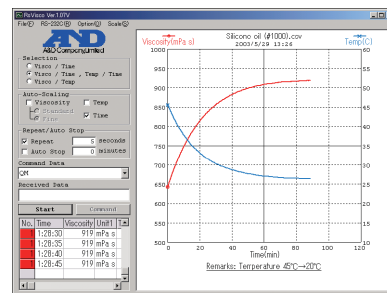

図14. 測定データのリアルタイム表示 (WinCT-Viscosity)
11. 通信用ソフトウェアWinCT-Viscosityを標準で付属しています。このソフトを利用し図14のように測定中の粘度と温度のデータをリアルタイムにグラフ化することができます。